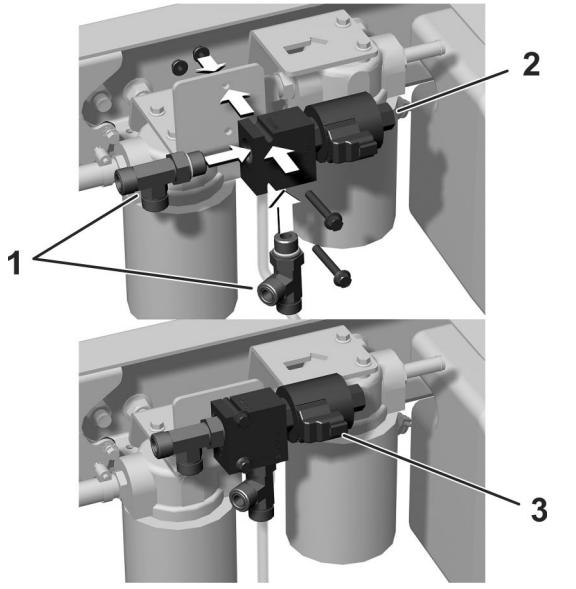

Figura 12
- Monte sem apertar as duas uniões em T na válvula (Figura 12).
- Monte a válvula no suporte da estrutura com dois parafusos de cabeça flangeada (1/4 pol. x 1 1/8 pol.) como se mostra na Figura 12.
- Instale o conector elétrico à ligação na válvula (Figura 12).